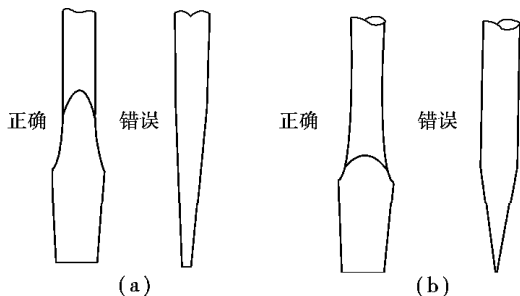

图 2.1.23
(1) 螺丝刀的刀刃必须正确地磨削,刀刃的两边要尽量平行(如图 2.1.23)。如果刀刃成锥形,当转动螺丝刀时,刀刃极易滑出螺钉槽口。